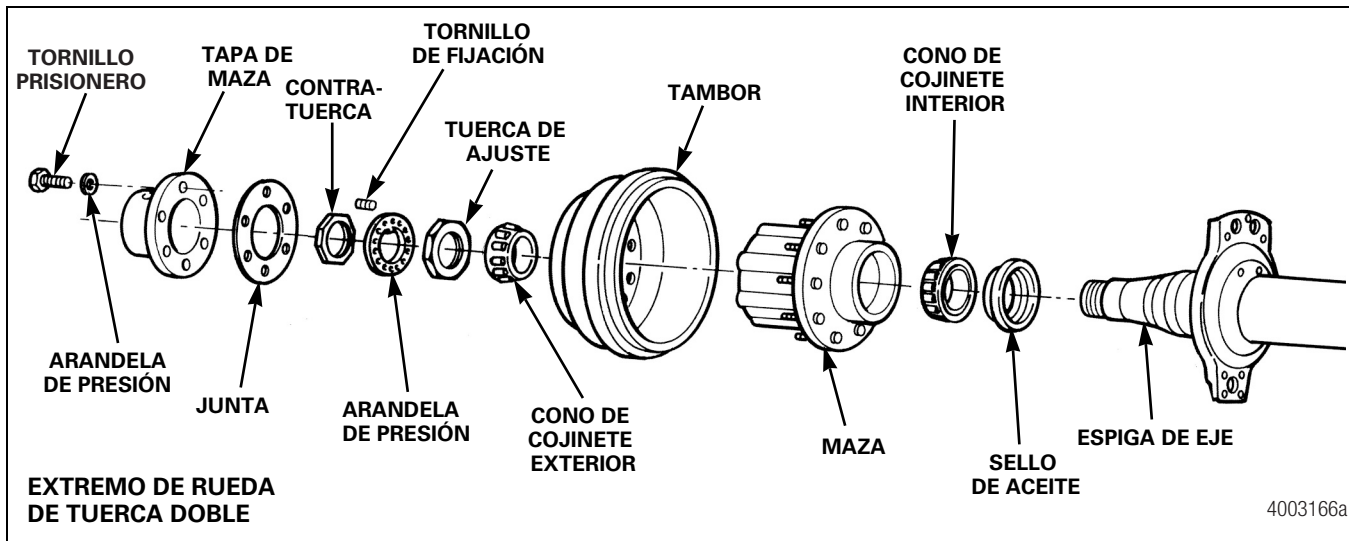

Figura 3.7
9. Retire el tornillo de fijación de la arandela de presión. Después retire la contratuerca, la arandela de presión y la tuerca de ajuste. Figura 3.7.
11. Desmonte el cono de cojinete interior y el sello de la espiga o de la maza. Deseche el sello. Figura 3.7.